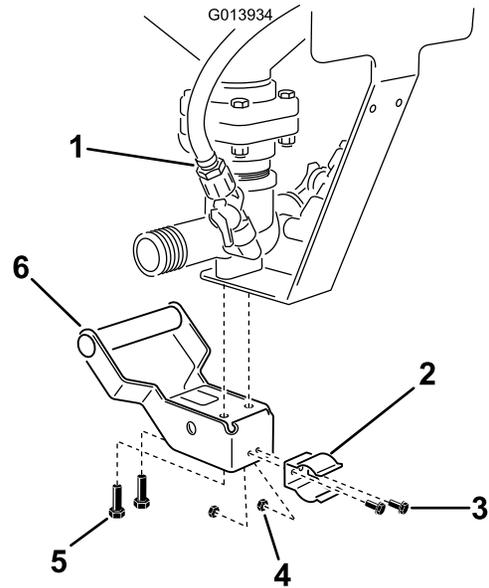

Figure 16
2. Localisez et desserrez les deux boulons. Montez la poignée sur l'éjecteur, et fixez-la en place avec deux boulons (Figure 16).